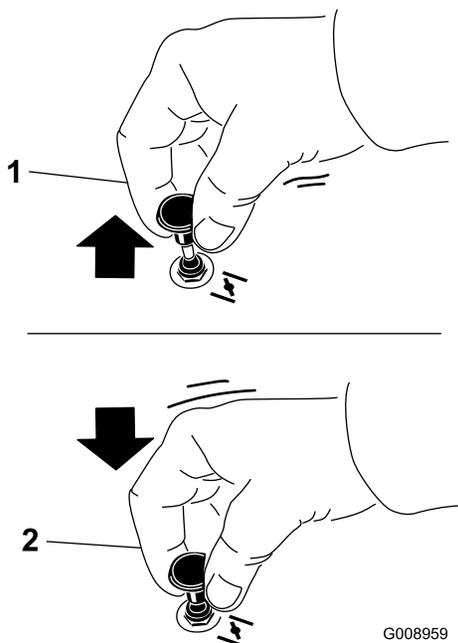

Рисунок 22
1. Потяните вверх ручку воздушной заслонки, чтобы закрыть ее перед включением зажигания (Рисунок 22).
2. После запуска двигателя нажмите вниз на ручку воздушной заслонки, чтобы открыть заслонку (Рисунок 22).